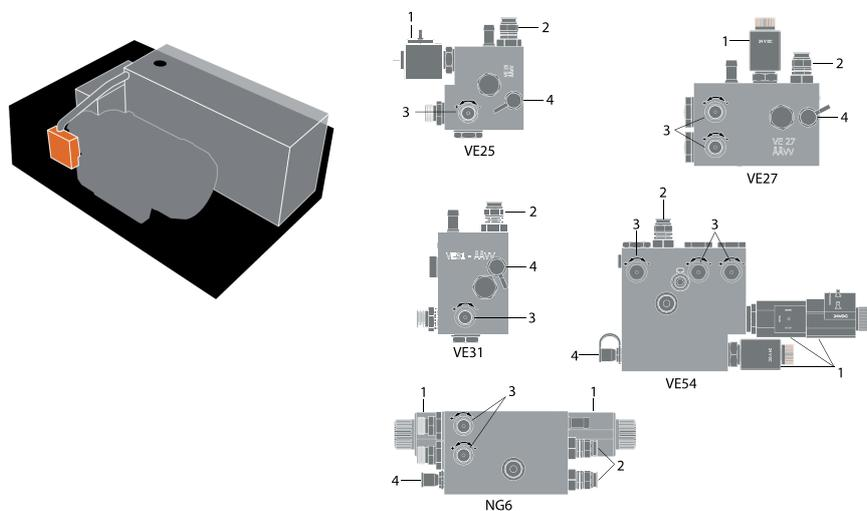

Bild 21 Das Ventilpaket ist am Hydraulikaggregat montiert. Es gibt unterschiedliche Arten von Ventilpaketen, abhängig vom Produkt und dessen Konfiguration.
1. Es gibt unterschiedliche Arten von Ventilpaketen, abhängig vom Produkt und dessen Konfiguration. Prüfen Sie, mit welcher Art von Hydraulikpaket Ihr Produkt ausgerüstet ist, siehe Abbildung 21.
2. Schließen Sie ein passendes Manometer an den Anschluss an, siehe Pos. 4, Abbildung 21. Der Anschluss ist mit einem Schutzdeckel ausgestattet, der vor dem Anschließen entfernt werden muss.